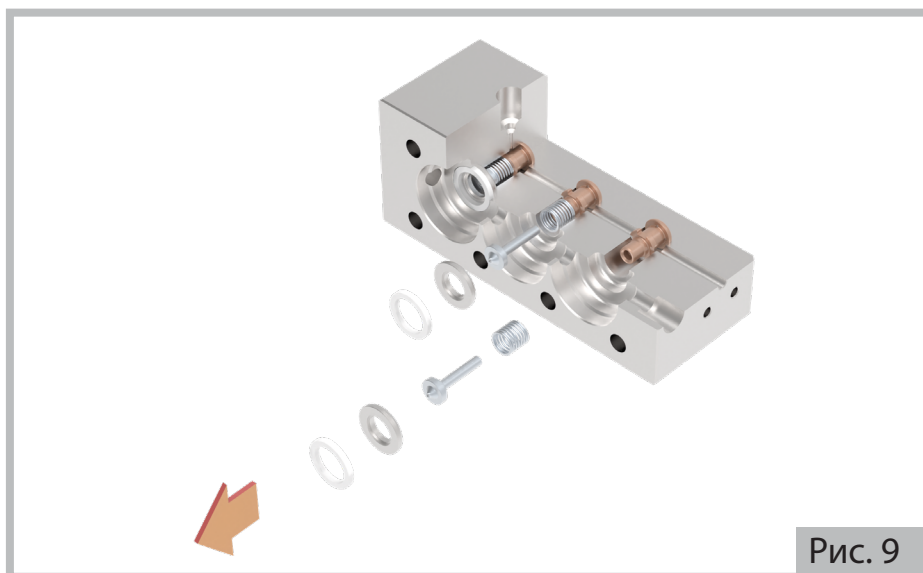

Рис. 9
- d) Вытащить нагнетательные клапаны с помощью съемника или болта М8, действуя аккуратно, чтобы не повредить их. (рис. 9 и 10).
Для повторного монтажа частей выполните в обратной последовательности инструкции в параграфе ДЕМОНТАЖ ГИДРАВЛИЧЕСКОЙ ЧАСТИ, соблюдая последовательность, показанную на Рис. 9 и 10.